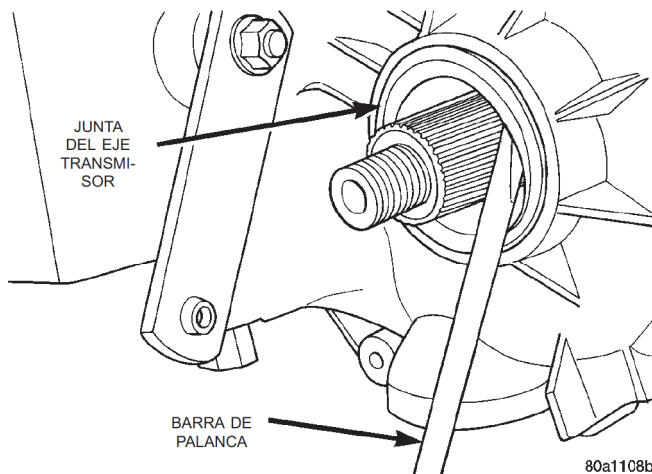

Fig. 6 Desmontaje de la junta del eje transmisor delantero
(7) Tome nota de los números de índice del cuerpo del adaptador (Fig. 6). Estos números corresponderán al número de dientes en el piñón.
- (1) Eleve el vehículo.
- (2) Retire el eje propulsor delantero. Para informarse sobre el procedimiento apropiado, consulte el grupo 3, Diferencial y sistema de transmisión.
- (3) Retire el estribo del eje transmisor delantero.
- (4) Retire la junta de la caja delantera con una herramienta de palanca (Fig. 6).